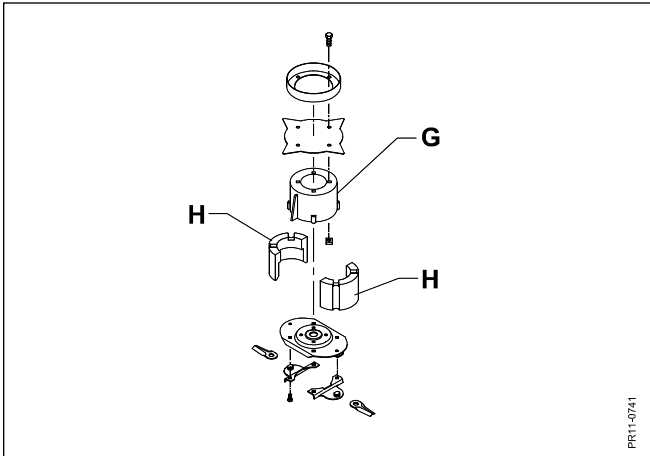

Fig. 5-8
- Fig. 5-8 Die Scheiben sind aus sehr wenigen Teile hergestellt. Ein Einsatz **H** füllt den Hohlraum in dem Flowzylinder **G** aus, um Vibrationen zu vermeiden, die durch Anhäufung von Erntegut oder andere Unreinheiten in dem Zylinder entstehen könnten.